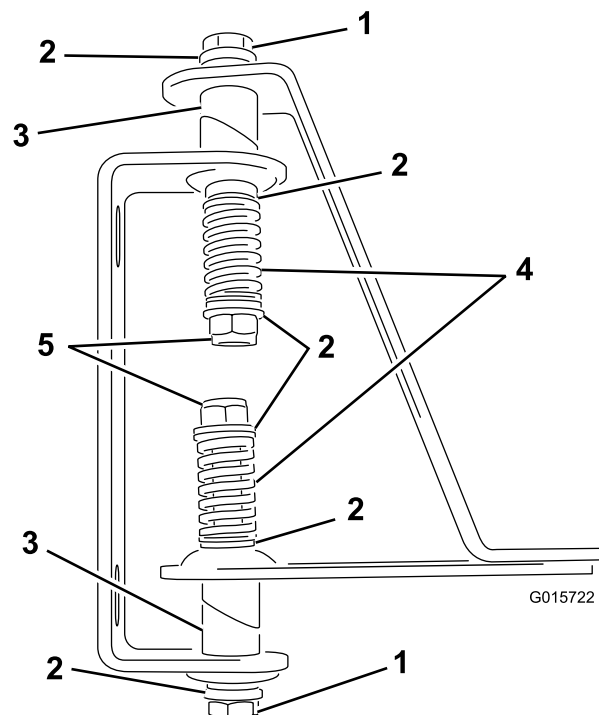

図 3
- 4. 蝶番に溶接されているチューブ、蝶番、ストラップにボルトを通す (図 3)。
- 6. 各ボルトの端部にスプリングを取り付ける (図 3)。